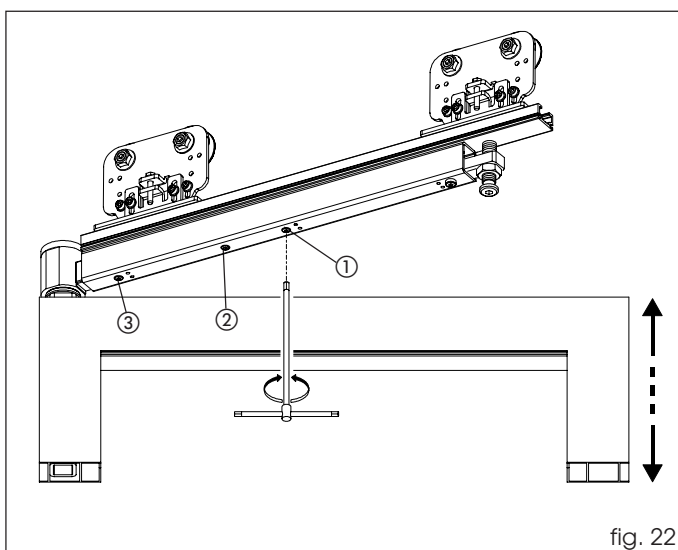

fig. 22
Realice la regulación en altura (fig. 22) por medio del tornillo prisionero ①. Apriete los tornillos prisioneros de bloqueo ② y ③.